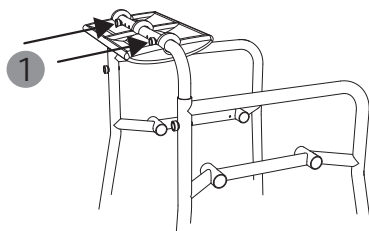

fig. 7
6. Les vis à l'arrière du coussin sont ainsi accessibles et elle se retirent facilement du coussin (1, fig. 7).